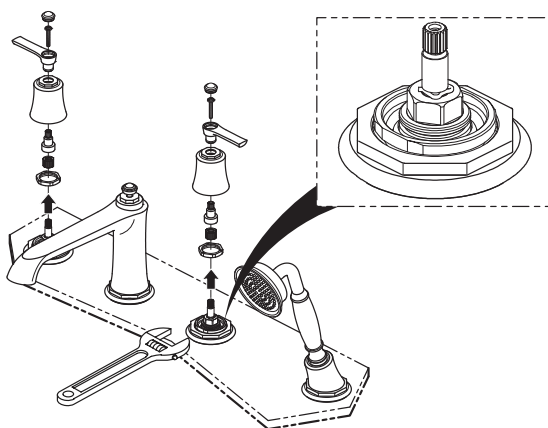

Fig. 8.1
- Serrer la cartouche à l'aide d'une clé à molette (fig. 8.1).
- Tighten the retainer nut using adjustable wrench (fig. 8.1).